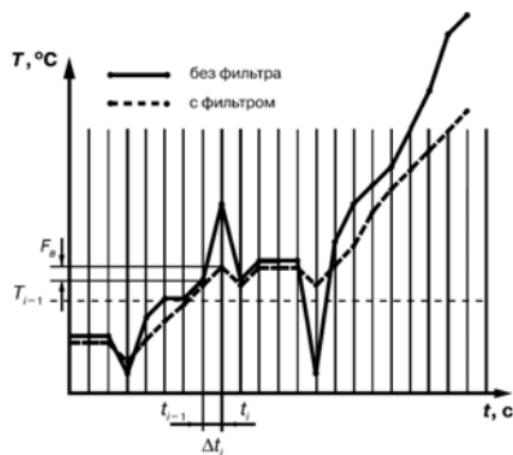

Рисунок 3.4
3.1.4.4.2 Полоса цифрового фильтра позволяет защитить измерительный тракт от единичных помех и задается в единицах измеряемой величины. Если измеренное значение  $T_i$  отличается от предыдущего  $T_{i-1}$  на величину, большую, чем значение параметра  $F_b$ , то прибор присваивает ему значение равное  $T_i + F_b$  (рисунок 3.4). Таким образом характеристика сглаживается.